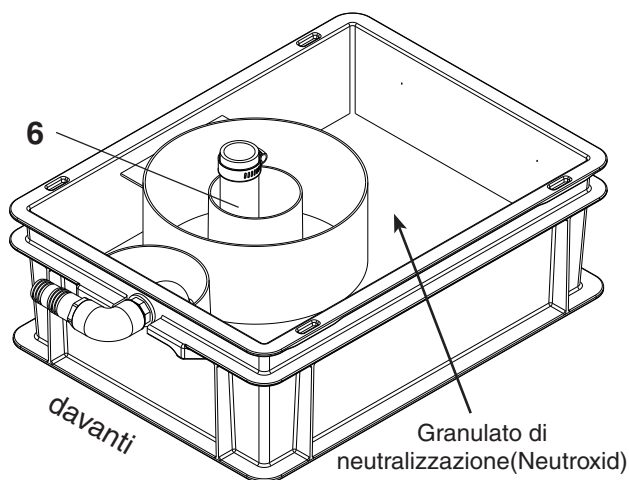

Fig. 07
3. Spingere il box di neutralizzazione (11, fig. 10) nella caldaia finché il tubo del sifone (6, fig. 07) viene a trovarsi esattamente sotto il bocchettone di scarico.